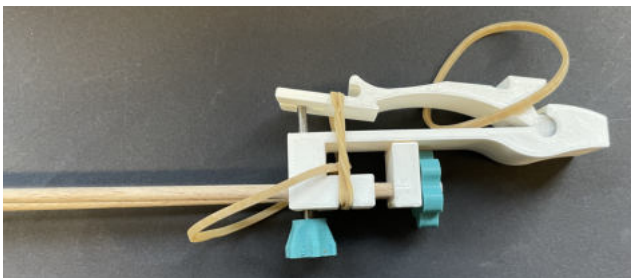

Abb. 21: Die beiden 4mm Rundhölzer werden am Rumpf befestigt.
- (1) Stecke die beiden 4 mm Rundhölzer bis zum Anschlag von vorne in die beiden Löcher des Rumpfes (Abbildung 21).